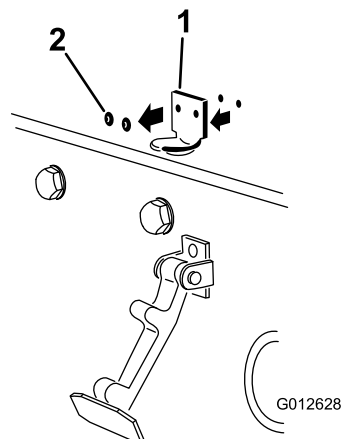

図 7
2. フードラッチブラケットをフードに固定しているリベット2本を外す図 7。フードからフードラッチブラケットを外す。